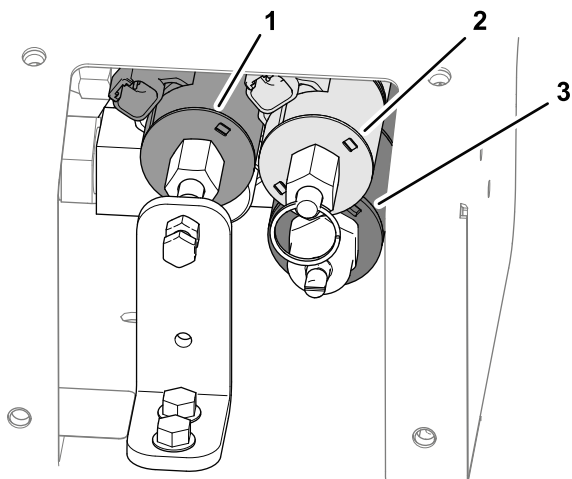

Figura 33
3. Individuate le 3 valvole di controllo (Figura 33).